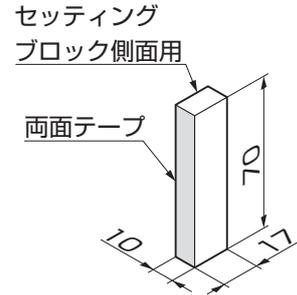
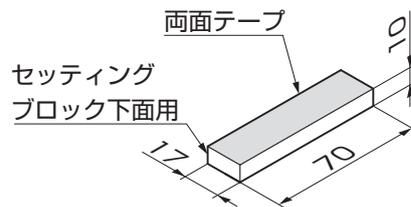

図3-2 側面用
図3-3 下面用
- セッティングブロックには、側面用と下面用の2種類があります。(図3-2、図3-3参照)